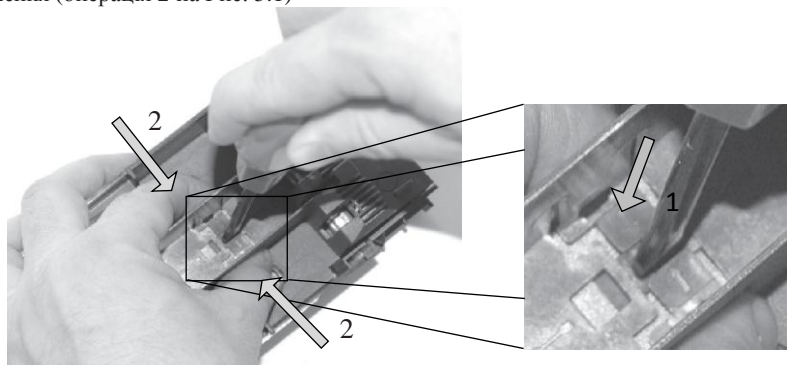

Рис. 5.1
- Ⓐ за допомогою викрутки натиснути на обмежувач екрану (операція 1 на Рис. 5.1) і одночасно стиснути середні перегородки, що призведе до їх звільнення (операція 2 на Рис. 5.1)